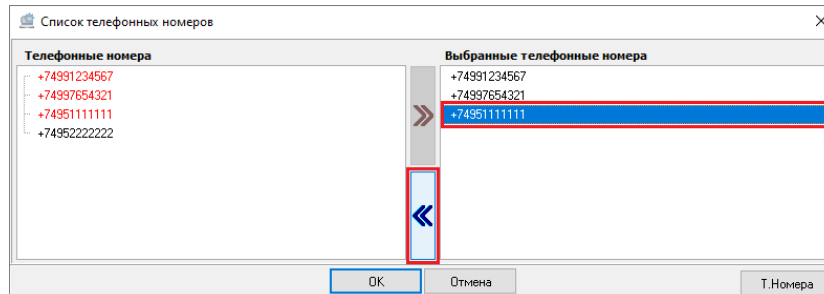

Рисунок 6-181 Отмена привязки телефонного номера к абоненту кнопкой переноса
- в окне «Список телефонных номеров» в поле «Выбранные телефонные номера» выделите один или несколько телефонных номеров (для выделения сразу нескольких номеров нажмите и удерживайте на клавиатуре клавишу <Shift> для выбора диапазона или клавишу <Ctrl> для комбинированного выбора) и нажмите кнопку переноса  (см. Рисунок 6-181);